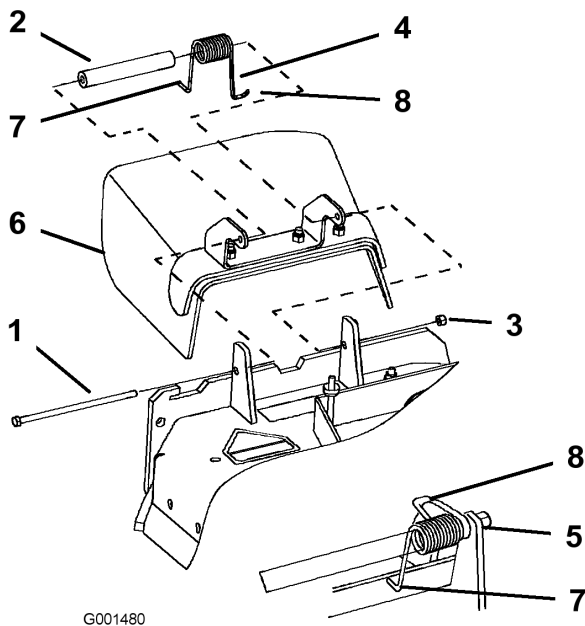

Figura 52
1. Retire la contratuerca, el perno, el muelle y el espaciador que sujetan el deflector a los soportes de pivote (Figura 52). Retire el deflector de hierba dañado o desgastado.
Nota: Asegúrese de colocar el extremo en **L** del muelle detrás del reborde de la plataforma antes de instalar el perno, según se muestra en la Figura 52.
- Instale el perno y la tuerca. Coloque el extremo en **J** del muelle alrededor del deflector de hierba (Figura 52).